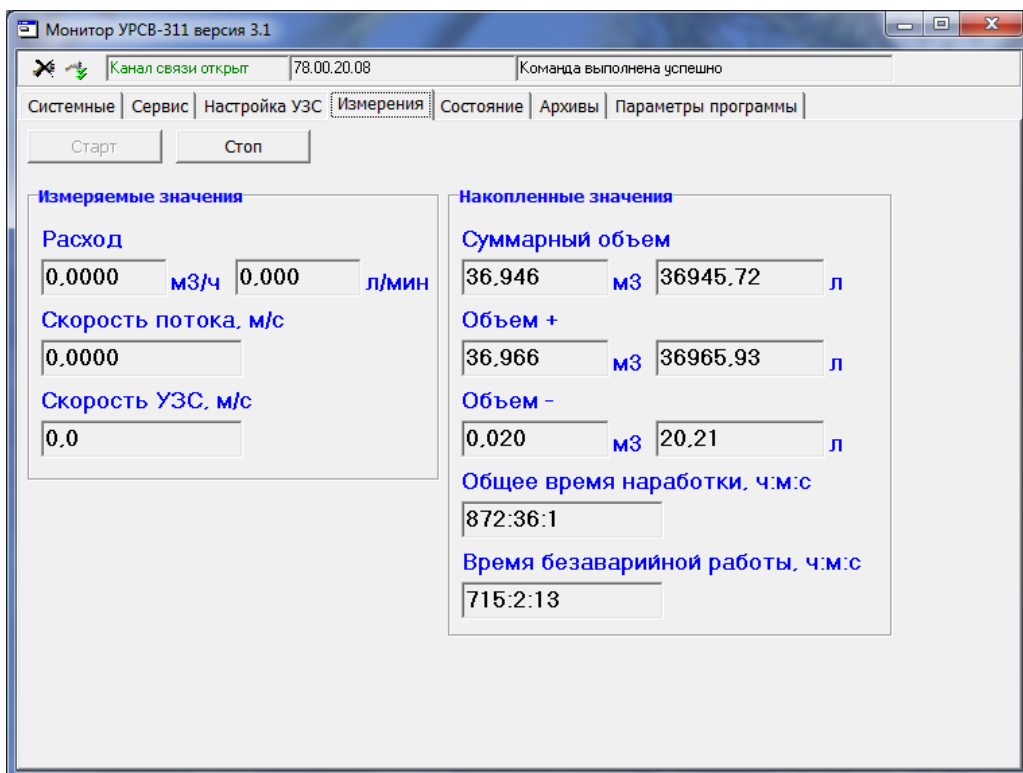

Рис.10. Окно «Измерения» программы «Монитор УРСВ-311».
4.1.4. Кликните мышкой по вкладке «**Измерения**». Окно программы примет вид (рис.10). Нажав на кнопку «**Старт**», можно просмотреть измеряемые параметры.